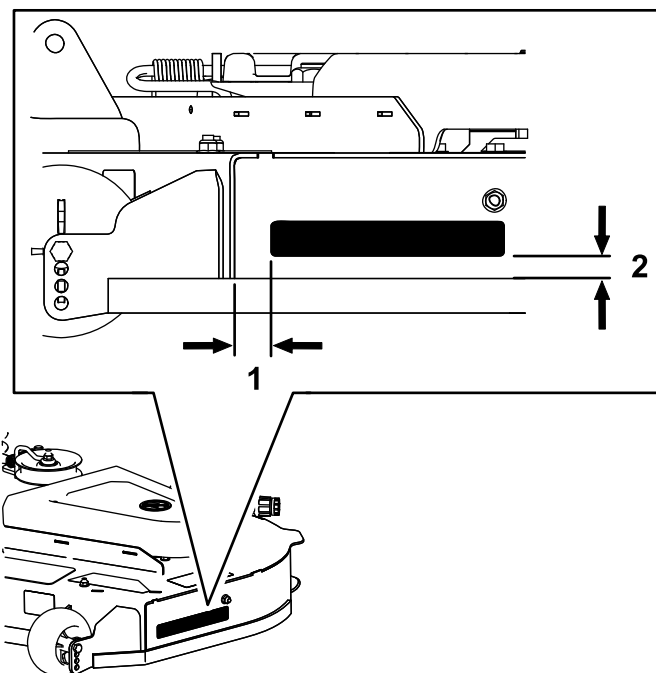

Figure 16
1. Bringen Sie die Aufkleber an der in Figure 16 dargestellten Stelle am Mähwerk an.